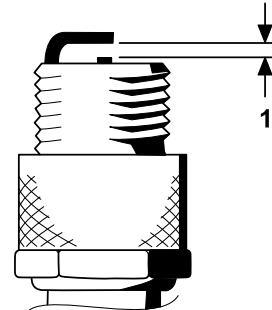

Bild 43
4. Stellen Sie den Abstand zwischen der mittleren und seitlichen Elektrode auf 0,76 mm ein, wie in Bild 43 dargestellt.